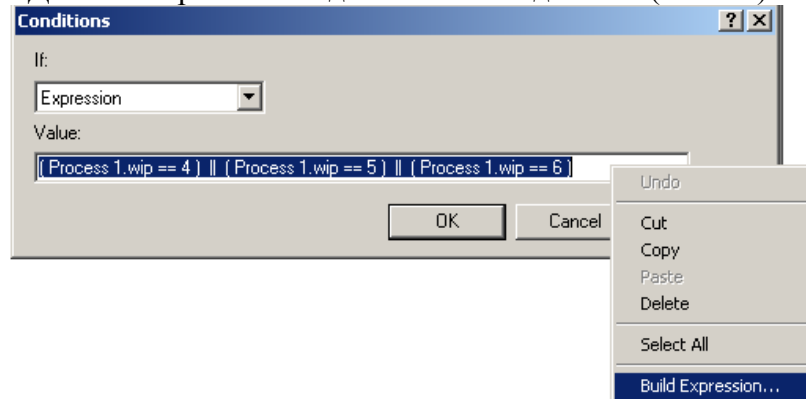

**Рис. 15. Блок-схема**
**Пример 4.** Соберите блок-схему как на рис. 15.а.
Для редактирования данного выражения используйте Build Expression. (рис. 18). Блок-схема Примера 4 с учетом внесенных изменений представлена на рис. 15.б.